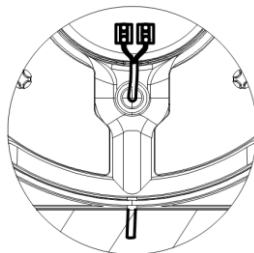

Рисунок 3 – Подключение светильника.
5.6. *Заведите кабель через силиконовый гермоввод (Рисунок 3). Сечение внешней изоляции кабеля должно быть круглое. Рекомендуемый диаметр кабеля – от 4 до 6 мм (AWG 6-2), зачистка внешней изоляции кабеля – не более 20 мм. Заведите провода в быстросжимающую клеммную колодку внутри светильника. Рекомендуемая длина зачистки провода – 5-6 мм.